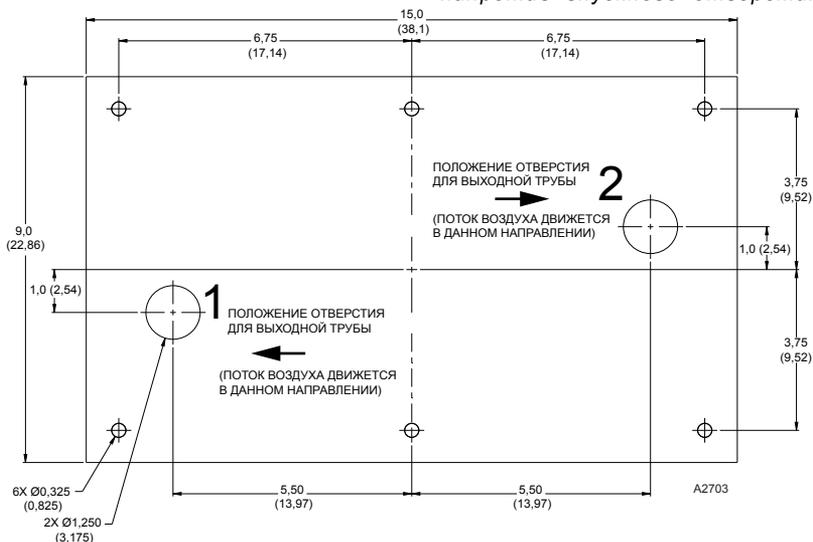

Рисунок 5. Размеры шаблона для Q5016 в дюймах (сантиметрах)
3. Приложите шаблон крепления (рис.5) к воздуховоду в требуемое положение, чтобы проверить горизонтальное или вертикальное размещение на воздуховоде. Убедитесь в наличии достаточного места для открытия крышки Q5016.